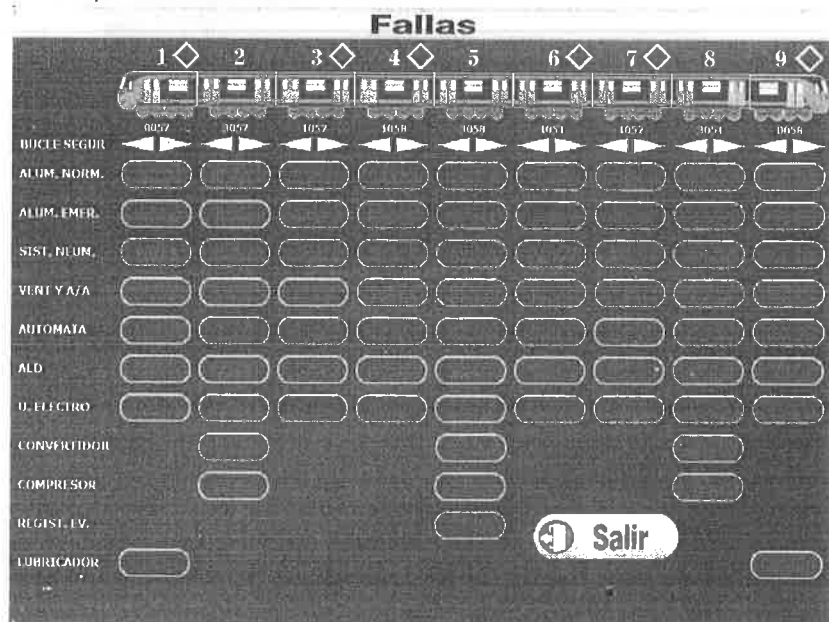

Figura 8. Pantalla de fallas con señalización de falla sistema neumático.
Figura 8. Pantalla de fallas con señalización de falla sistema neumático.	8
- Verificar en la PC, en la cabina que tiene mandos dentro de la pantalla **FALLAS**, la señalización de **falla sistema neumático (SIST. NEUM)** en uno o más carros como se ve en la figura 8.